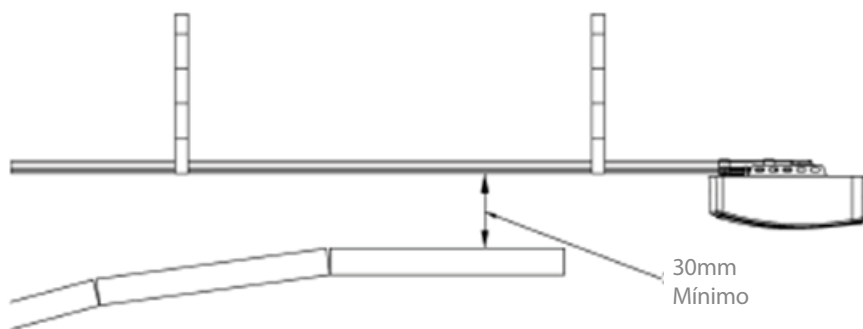

Figura 2
5) Debe haber un espacio mínimo de 30 mm entre la parte inferior del riel de transmisión por cadena y la parte superior de la puerta del garaje en su punto más cercano. (consulte la Figura 2.)